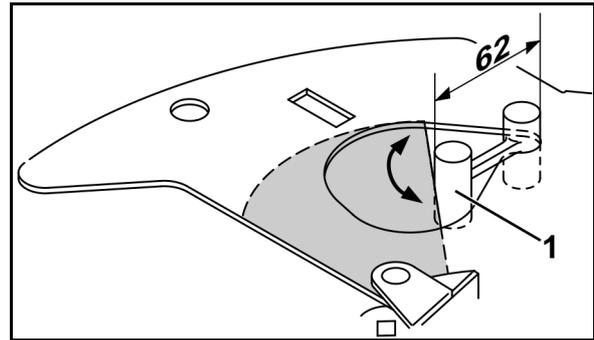

Figura 8
2. Innestare il calibro di regolazione (Figura 8/1) con un'estremità nella sporgenza dell'apertura di scarico.